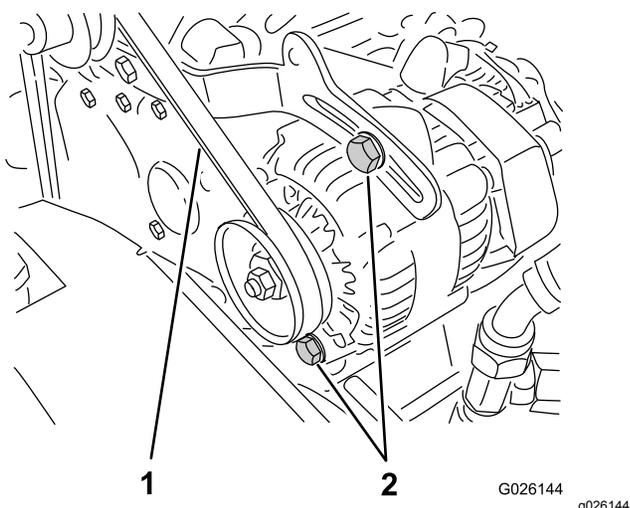

Рисунок 67
ремня, после чего затяните болты крепления (Рисунок 67).
2. Проверьте натяжение, надавив на ремень посередине между шкивами коленчатого вала и генератора с усилием 10 кг (Рисунок 67).
- A. Ослабьте 2 болта крепления генератора (Рисунок 67).